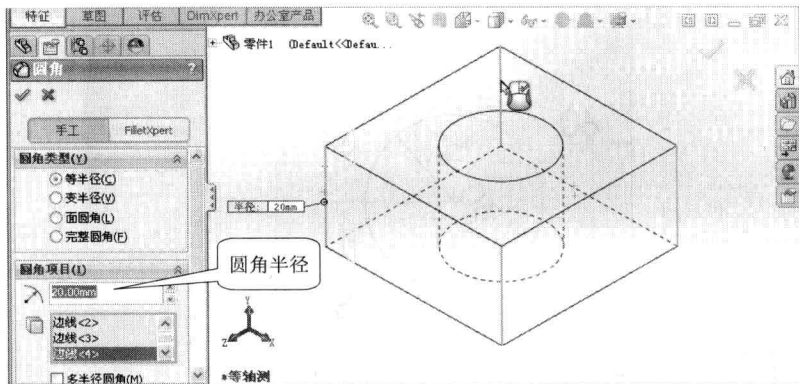

图 1-16 设置圆角半径、选择圆角边
(1) 单击“视图(前导)”工具栏中“显示样式”按钮下的“隐藏线可见”按钮, 将零件变为线框显示。
(2) 单击“特征”工具栏上的“圆角”按钮, 将圆角项目下的半径值改为“20.00mm”, 依次选择长方体的四个棱边, 如图 1-16 所示。